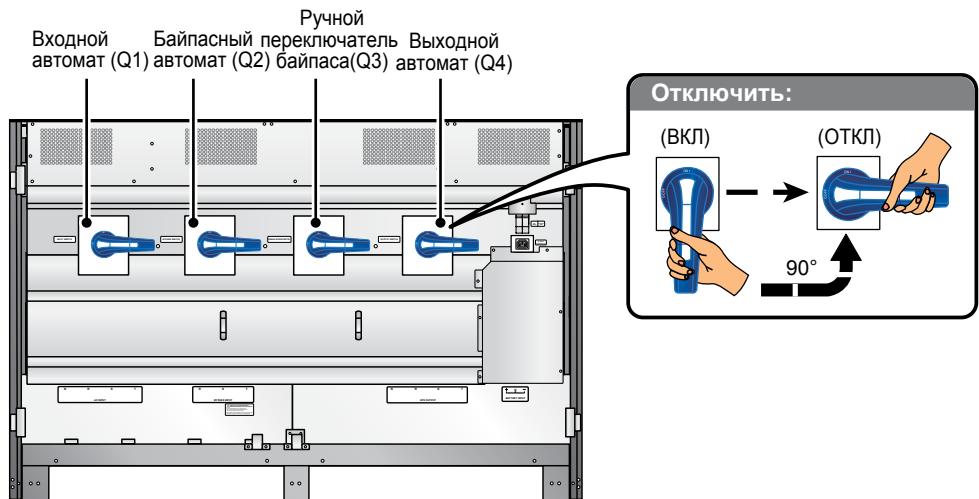

Рис. 5-11. Местоположение выключателей, выполнение операции отключения
- 5 Убедитесь, что входной автомат (Q1), байпасный автомат (Q2), ручной переключатель байпаса (Q3) и выходной автомат ИБП (Q4) находятся в положении **ОТКЛ.** Место их установки показано на **Рис. 5-11.**